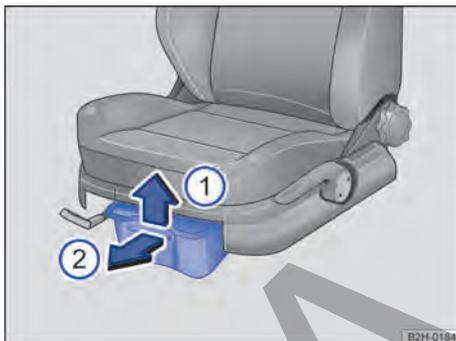

Fig. 115 Portaobjetos debajo de los asientos delanteros: cajón.
1. Levante el cajón → fig. 115 ① y tire de él hacia delante → fig. 115 ②.
1. Desplace el cajón debajo del asiento en el sentido contrario al de la flecha, hasta el tope → fig. 115 ②.